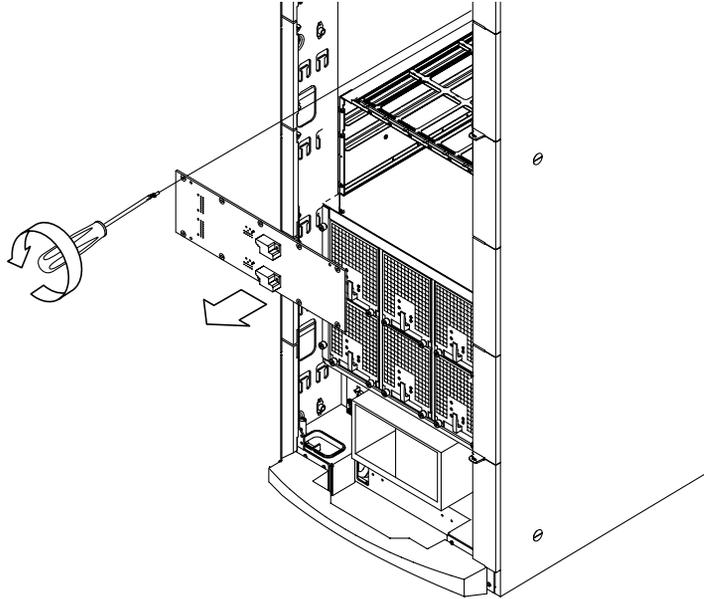

図 11-10 ファンセンタープレートを固定しているねじの取り外し
7. ファントレセンタープレーンをシステムに固定している 10 本のねじを外します (図 11-10)。
1. シャーシキャビネットの間にセンタープレーンを挿入して位置を調整し、センタープレーンをシステムシャーシに固定する 10 本のねじを元の位置に取り付けます (図 11-10)。
1. シャーシキャビネットの間に電源センタープレートを挿入して位置を調整し、センタープレートをキャビネットに固定する 9 本のねじを元の位置に取り付けます (図 11-10)。